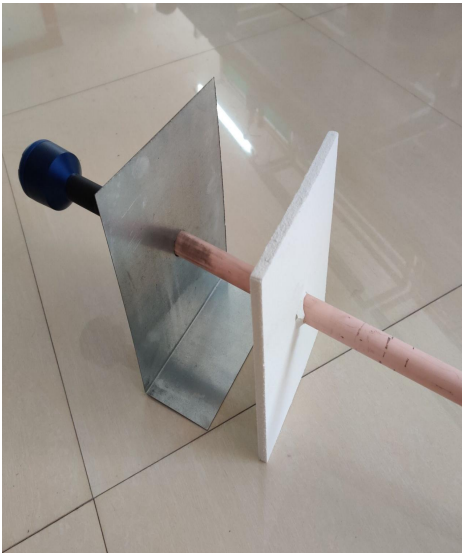

图 1
- 1，将陶瓷纤维板和 L 形挡火板套在刚玉管上。（图 1）